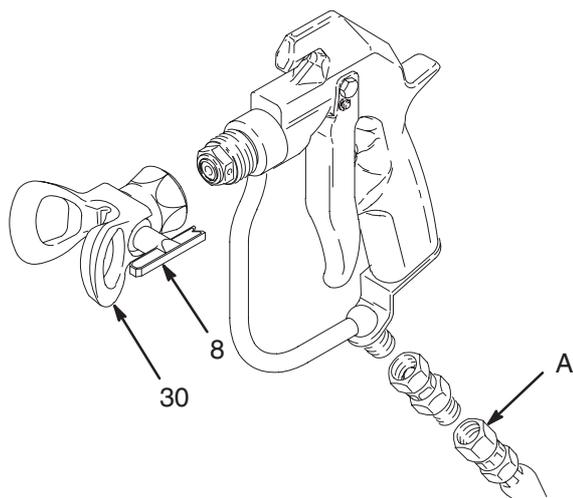

Fig. 2 04731
1. Relier un flexible de fluide conducteur (A) sur l'entrée du pistolet. Voir Fig. 2.
4. Monter la buse SwitchTip (8) et le garde-buse (30). Toujours respecter les instructions du manuel fourni. Voir Fig. 2.